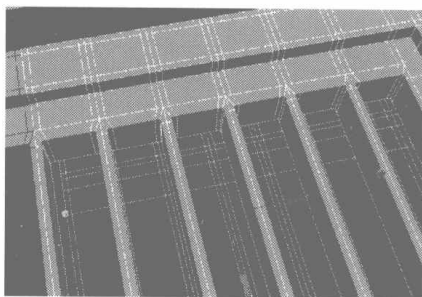
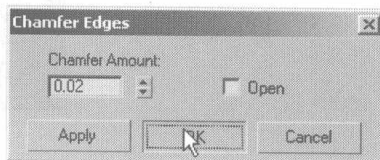

图 4.400
图 4.401
- 49 选择如图 4.400 所示的边线, 在 Edit Edges 卷展栏中单击 **Chamfer** 右侧的小按钮, 在弹出的对话框中设置倒角参数, 如图 4.401 所示。